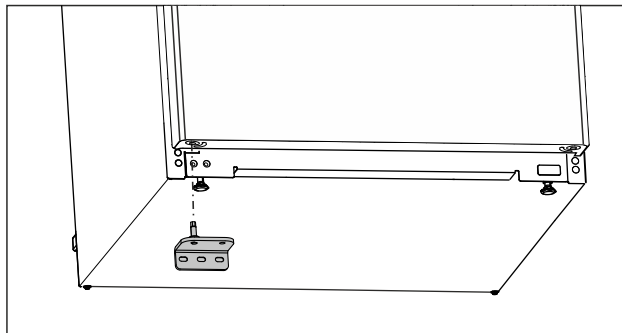

Fig. 16
- ▶ Nasadte ložiskovú konzolu na opačnú stranu. (pozri Fig. 16)